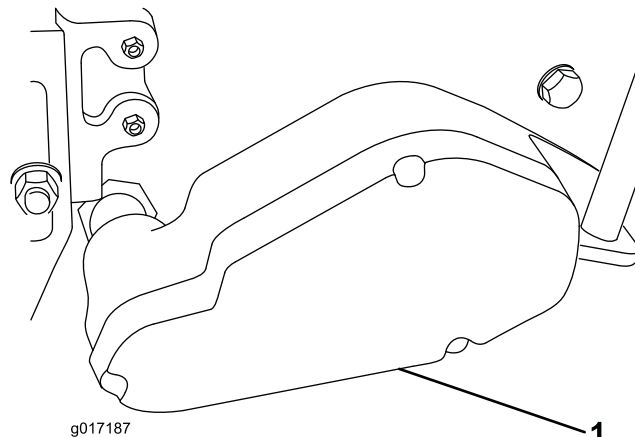

Figura 10
25. Instale a cobertura na caixa, com os 3 novos parafusos de cabeça flangeada e as anilhas de bloqueio fornecidos no kit (Figura 10).